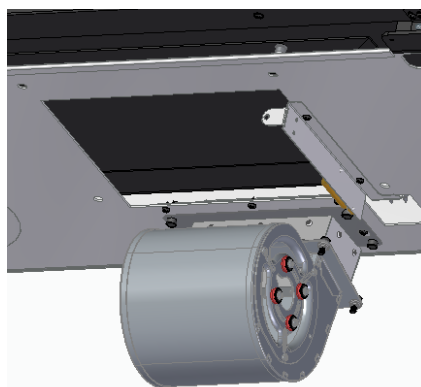

Figure 48 – Fixation du kit de ventilation sur les unités E909 et E809
b. Fixer le kit de ventilation sous l'unité, en bas, comme indiqué sur la photo, voir Figure 48.
d. Après avoir placé les composants dans l'équipement, Figure 48, vous devez ajuster la languette qui se trouve sous la porte, de sorte que la porte, après avoir fermé la languette, actionne le microcontact, voir Figure 50.